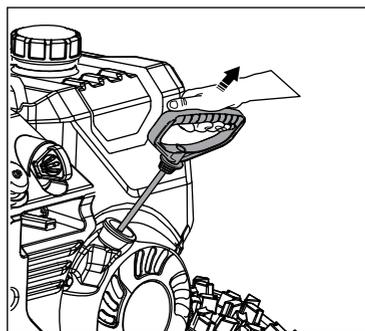

Рис. 22
15. Потяните за рукоятку для ручного старта, чтобы запустить двигатель (рис. 22).